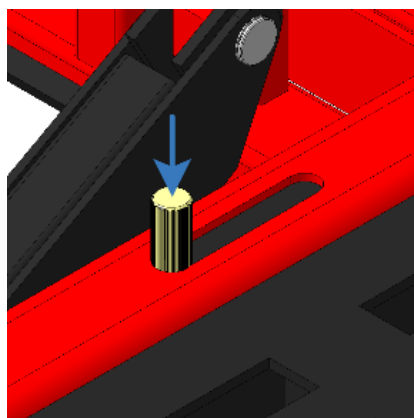

Рисунок 31
- Отпустите ручку. Ручка должна полностью опуститься и зафиксировать положение задвижки (рисунок 31).